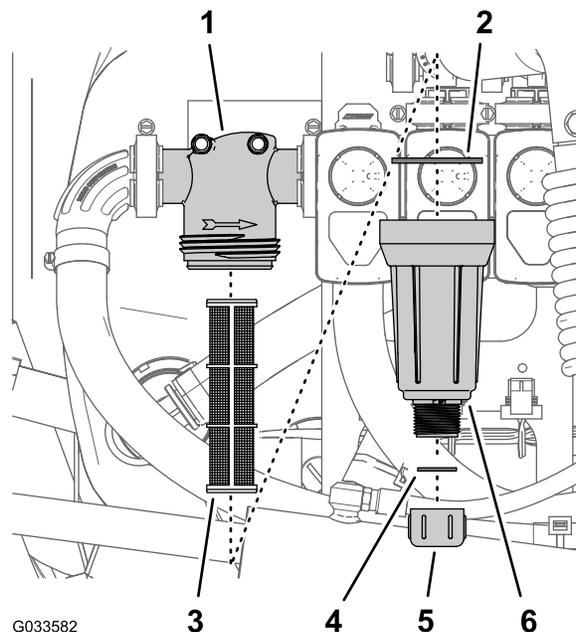

Рисунок 92
2. Поместите сливной поддон под фильтр линии нагнетания (Рисунок 92).
3. Поверните крышку сливного отверстия против часовой стрелки и снимите ее со стакана фильтра линии нагнетания (Рисунок 92).
4. Поверните стакан против часовой стрелки и отделите его от головки фильтра (Рисунок 92).
5. Извлеките старый элемент фильтра линии нагнетания (Рисунок 92).
6. Проверьте прокладку пробки сливного отверстия (расположенную внутри стакана) и прокладку стакана (расположенную внутри головки фильтра) на наличие повреждений и износа (Рисунок 92).
7. Вставьте новый элемент фильтра линии нагнетания в головку фильтра (Рисунок 92).
8. Установите стакан на головку фильтра, затянув от руки (Рисунок 92).
9. Установите крышку сливного отверстия на штуцер в нижней части стакана и затяните крышку от руки (Рисунок 92).